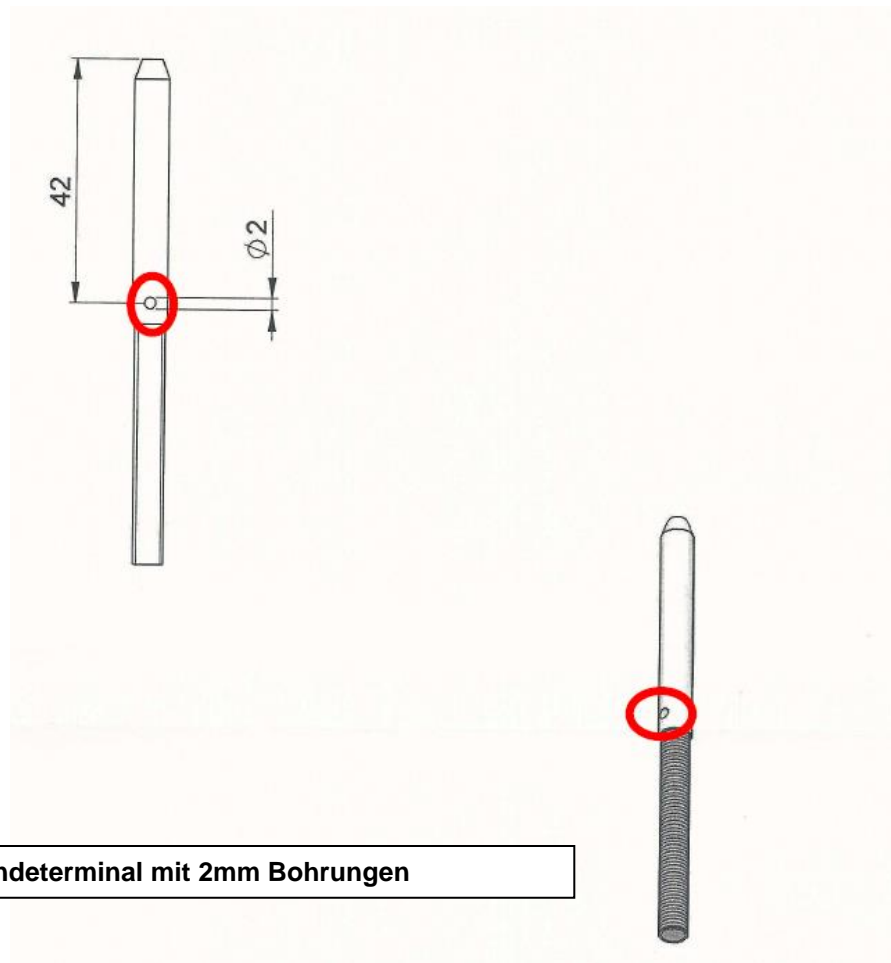
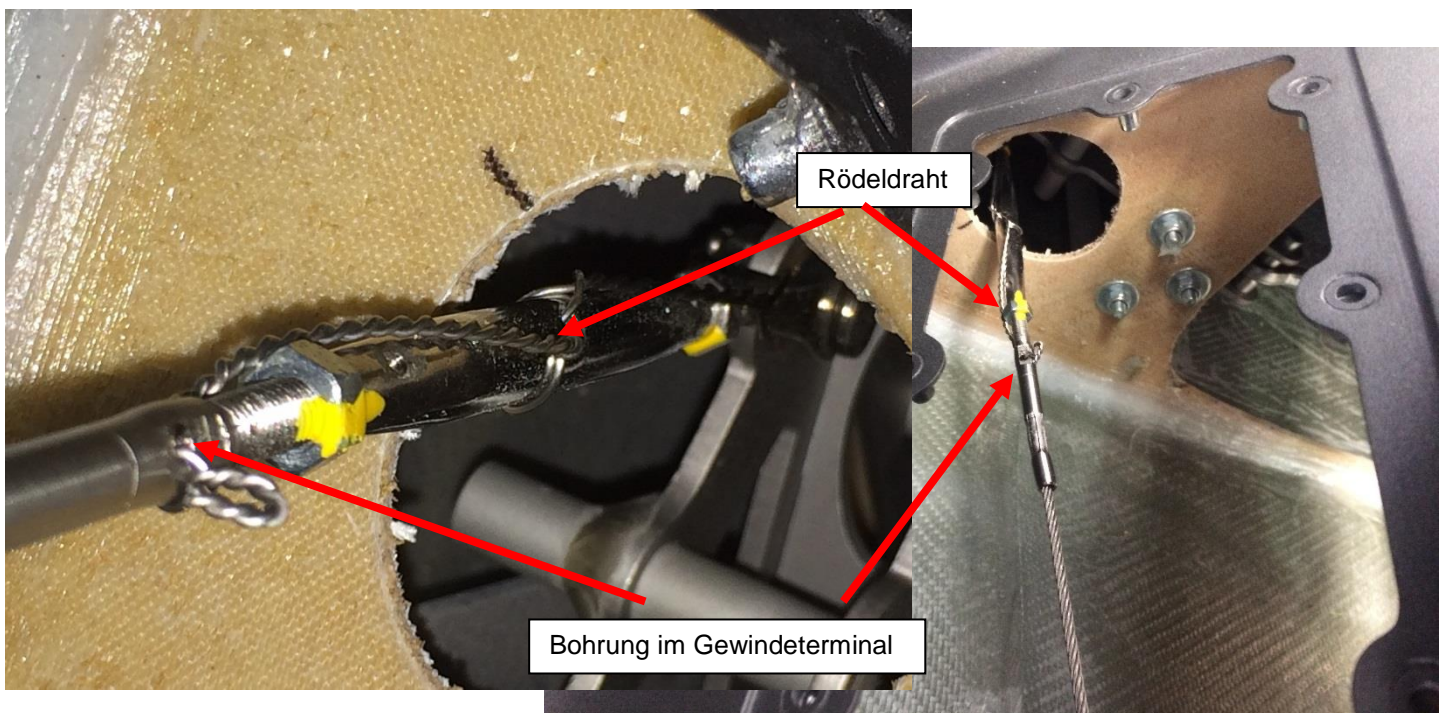

Bild 1: Gewindeterminale mit 2mm Bohrungen
Bild 2: mit Draht gesichertes Spannschloss
Dieses Service Bulletin gilt für Cavalon, an denen die Spannschlösser am Rudersteuerkabel zu den Pedalen nicht gesichert sind (siehe Abb. 2).
- 3 Verbesserung: Ggf. Bohrloch 1,5- 2 mm Durchmesser in das Gewindeterminale wie in der Zeichnung gezeigt bohren (siehe Bild 1), wobei darauf zu achten ist, das Loch zu zentralisieren. Entgraten und Abfälle aus dem Flugzeug entfernen. Anschließend mit Rödeldraht sichern (siehe Bild 2).